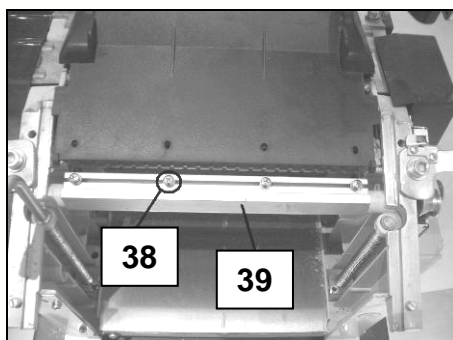

Fig 31
- Otez les 4 vis et les rondelles (38) du support basculant (39) (Fig 31).